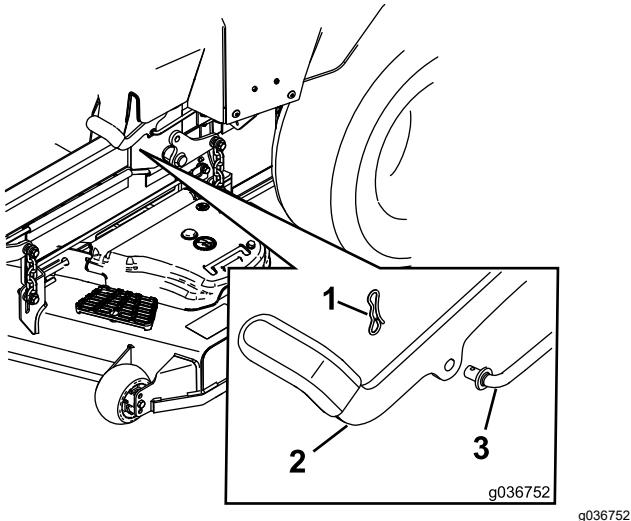

Figura 58
6. Per eventuali regolazioni, disinnestate il freno di stazionamento. Rimuovete la coppiglia dall'albero di collegamento del freno (Figura 58).